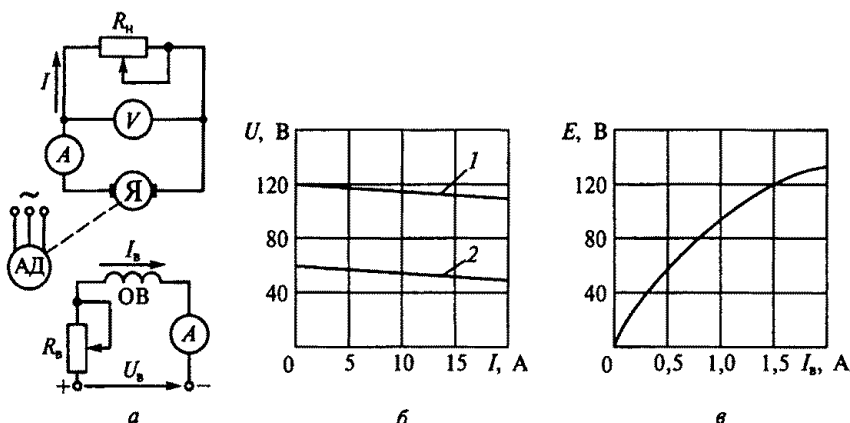

Рис. 243
10.36.Р. Каковы ток возбуждения $I_{\text{в}}$, сопротивление якоря генератора $R_{\text{я}}$ и сопротивление нагрузки $R_{\text{н}}$ при работе генератора (рис. 243, а) на внешних характеристиках 1 и 2 (рис. 243, б), если в обоих случаях ток нагрузки $I = 20 \text{ А}$? При этом допустить, что скорость генератора не зависит от нагрузки. Характеристика холостого хода генератора приведена на рис. 243, в. (Указать неправильный ответ.)